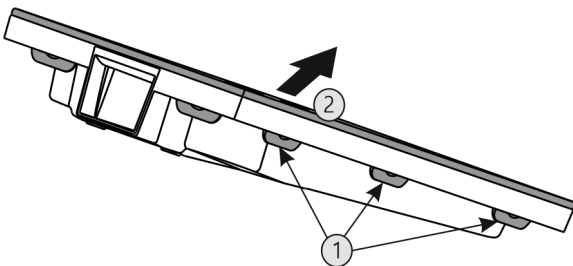

Fig. 65
- ▶ Натиснете всички езичета Fig. 65 (1) последователно и свалете капака Fig. 65 (2).